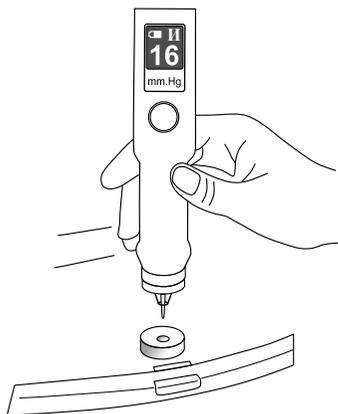

Рисунок 21
- Мягким движением кисти (не отрывая основание ладони от поверхности стола) плавно опустите тонометр штоком по центру отверстия контрольного устройства (рис. 21, 22), погрузив до упора защитное кольцо тонометра в кольцевой паз контрольного устройства. Нижняя плоскость защитного кольца тонометра должна максимально плотно совпадать с кольцевой плоскостью паза (рис. 23, 24). При этом включается режим измерения, ощущаемый рукой как легкая вибрация. Режим измерения также сопровождается индикацией давления на дисплее тонометра.